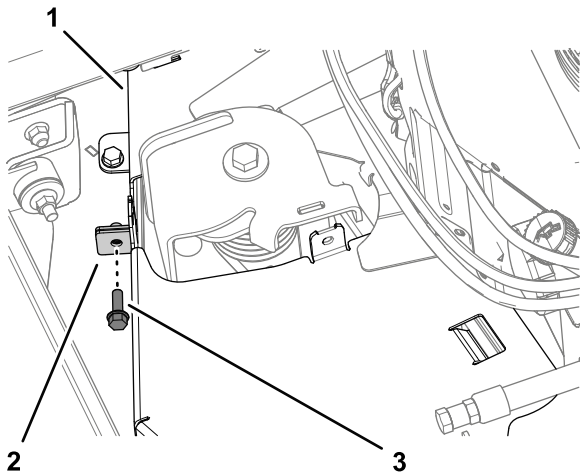

**Figura 34**
1. Togliete le 2 viti a testa flangiata che fissano la protezione del tendicinghia al copricinghia sinistro e rimuovete il copricinghia (Figura 34).